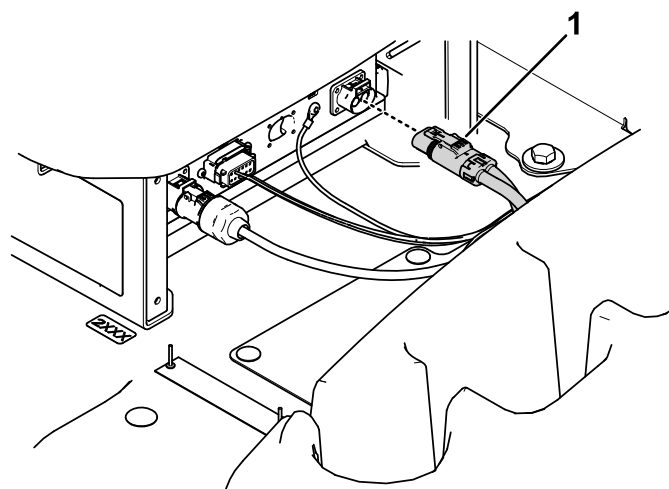

Figura 15
3. Retire el conector de potencia CC del cargador (Figura 15).
2. Conecte el conector de potencia CC al cargador (Figura 15).